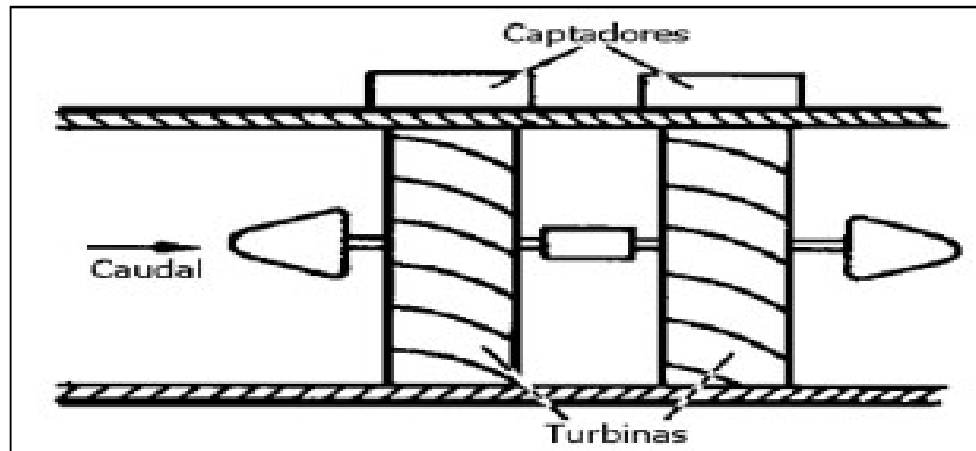

Ilustración 7: Medidor tipo turbina
- **Turbina.** El rotor contiene una serie de rieles magnéticos que al girar cierran un contacto del mismo tipo en el exterior del medidor. Esto podrá ser evaluado entonces como el caudal en término de la frecuencia o bien, contabilizar (sumar) la totalidad de caudal o volumen de un fluido en un determinado lapso de tiempo. Un medidor tipo turbina está constituido por un rotor con aspas o hélices instalado dentro de un tramo recto de tubería, axialmente en la dirección del flujo, tal como se muestra en la ilustración 7. (BUENO, D., NIETO, W., 2010)